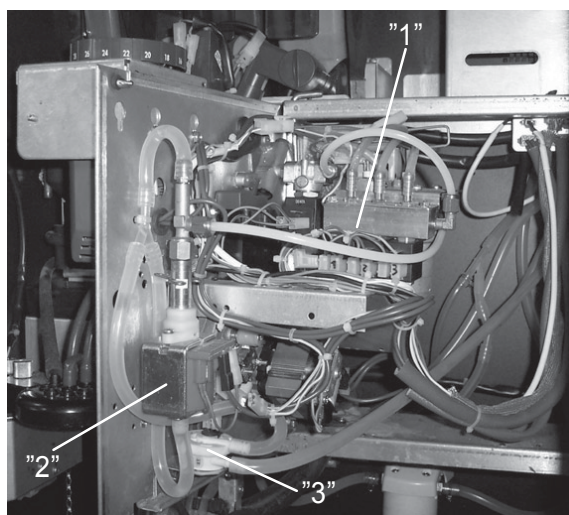

Рис. 7
- Соленоидный клапан растворимых продуктов (Поз. "1" Рис.7), установленный на бойлере кофе активируется и выдает нужное количество воды в смеситель. Затем насос (Поз. "2" Рис. 7) активируется и управляемый спец. электронным устройством (счетчик воды Поз. "3" Рис. 7) выдает заданное количество воды.